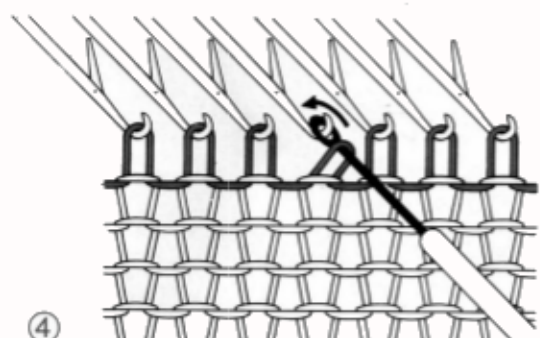

Fig. 221
- Retirer avec précaution le remailleur et, avec le poinçon, accrocher cette maille sur l'aiguille vide (fig. 221).